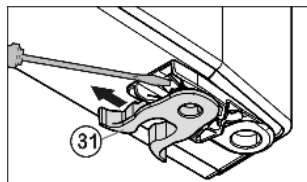

Fig. 9
- ▶ Pružinovou svorku Fig. 9 (31) přesadit: Stisknout záračku pro uchycení, přesto stáhněte pružinovou svorku.